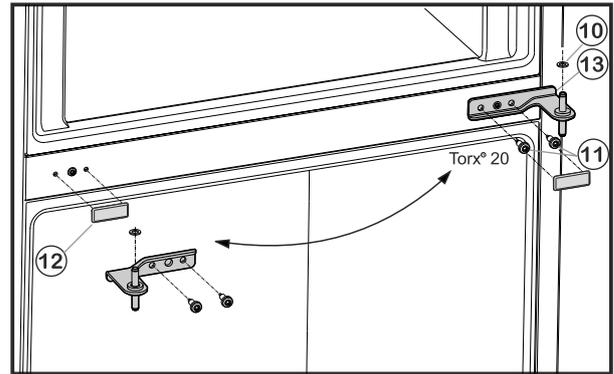

Fig. 6
- ▶ Desatornillar Fig. 6 (11) los tornillos de sujeción (2 Torx® 20) y extraer el apoyo central de la puerta inferior.
- ▶ Retirar Fig. 6 (10) el disco de plástico.
- ▶ Retirar con cuidado la cubierta Fig. 6 (12).
- ▶ Colocar de nuevo la cubierta Fig. 6 (12) en el lado opuesto.
- ▶ Colocar el apoyo central Fig. 6 (13) girado 180° en la puerta inferior y atornillar firmemente con tornillos de sujeción Fig. 6 (11) (2 Torx® 20) en el nuevo lado de las bisagras (**con 4 Nm**).
- ▶ Volver a colocar Fig. 6 (10) el disco de plástico.
- ▶ Colocar la puerta superior sobre el apoyo central Fig. 6 (13).